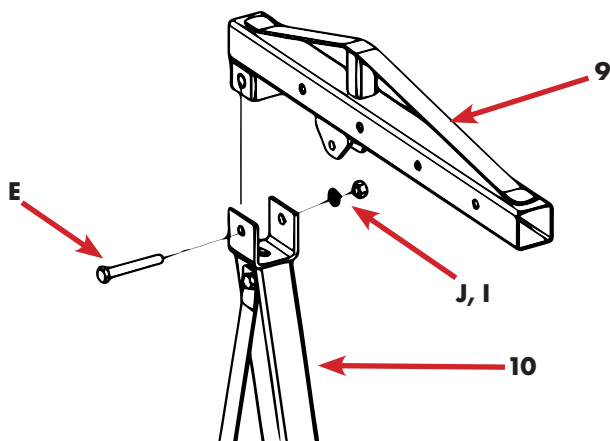

Fig.13
- Instale el brazo de remolque en la toma superior de la funda, como se muestra en la Fig. 13.